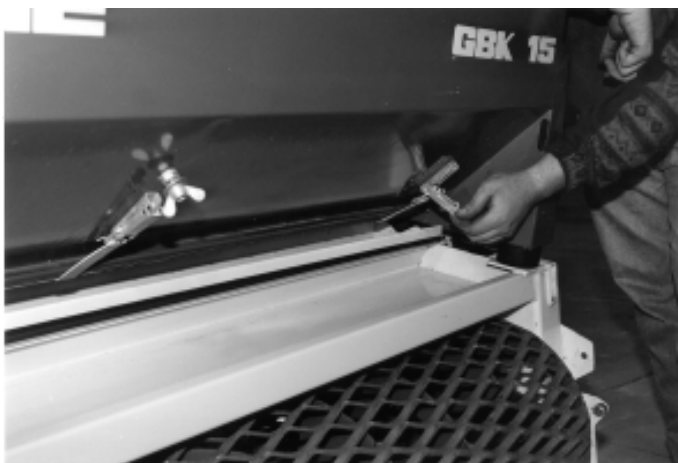
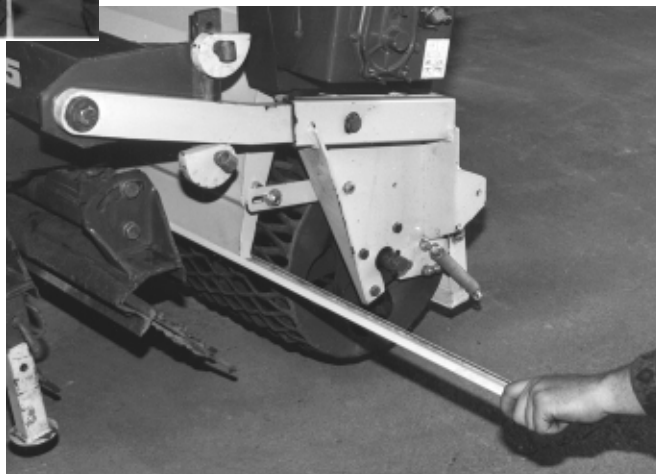

fig. 13
fig. 14
- Løsn skruerne på bundpladen (fig. 13) og lad denne folde sig ud. Frøene løber ned ad slisen og derfra videre ned i posen, indtil glideskinnen fjernes igen (fig. 14).